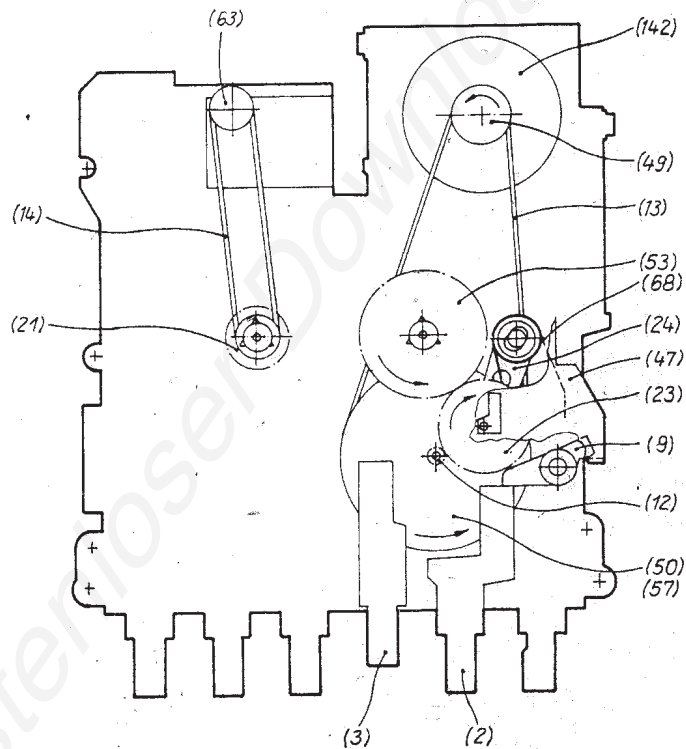

Abb. 1
Die Abb. 1–3 zeigen die einzelnen Funktionen des Laufwerkes. Bei allen Laufwerkfunktionen wird die Schwungmasse (50) über die Antriebspeese 1 (13) von der Riemenscheibe (49) des Motors (142) angetrieben.
6.3.2.1. Funktion „Wiedergabe“ und „Aufnahme“ (Abb. 1)
6.3.2.2. Funktion „Pause“ (Abb. 1)